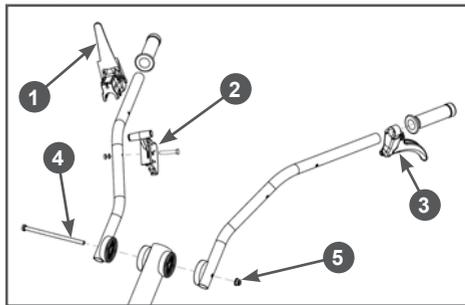

**Рис. 5 Установка стойки рукояток управления**
6. Установите стойку 1 рукояток управления на мотокультиватор (Рис. 5). Совместите отверстия в кронштейне и стойке и закрутите болт 2 крепления стойки.